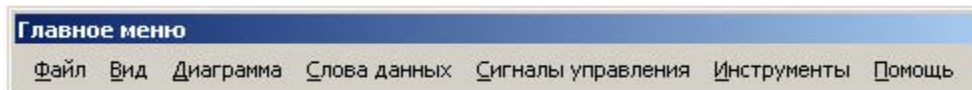

Рис. 39 Панель главного меню программы
- главное меню программы (рис. 39);